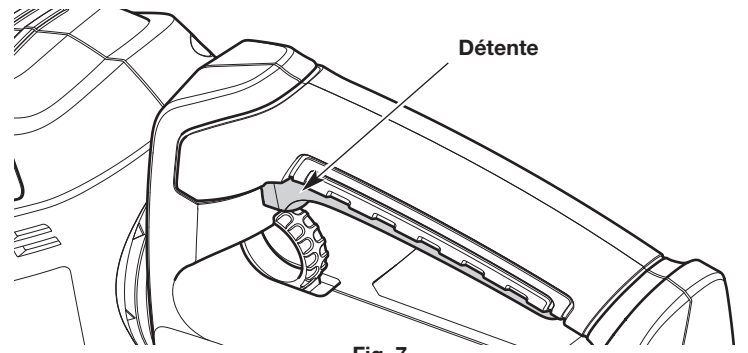

Fig. 7
3. Maintenir le blocage de la détente enfoncé. Presser et maintenir la détente enfoncée pour démarrer l'appareil (Fig. 7).